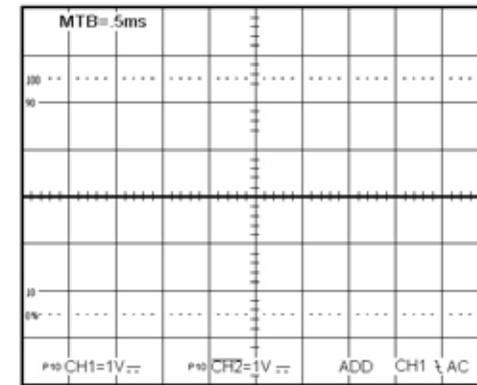

图 5-4 显示 2
9. 以下图 5-4 显示出符合要求的波形。显示出在中央刻度上的平坦波形，确认了频道平衡和 ADD 抵补的功能。